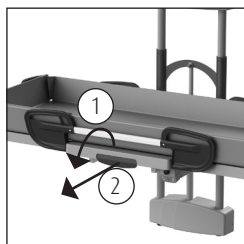
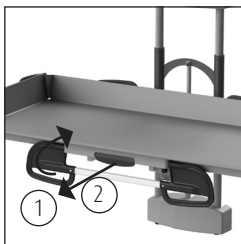
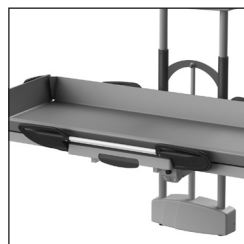

Abbildung 1 Seitengitter.
Abbildung 2 Seitengitter unten.
Abbildung 3 Seitengitter breit.
- Der Seitenholm ist mit einer Verriegelung (1) ausgestattet. Der Patient kann das Geländer nicht selbständig öffnen (*Siehe Abbildung 1*).
- Lösen Sie die Verriegelung durch Ziehen am Griff (1) des Seitengitters. Das Seitengitter kann nun mit der anderen Hand (2) abgesenkt werden.
- Das Seitengitter verriegelt automatisch, wenn das Seitengitter angehoben wird (*Siehe Abbildung 2*).
- Das Seitengitter kann in zwei Positionen eingestellt werden: breit und schmal. Wenn Sie das Seitengitter hochklappen, wird es zunächst in der breiten Position verriegelt (*Siehe Abbildung 3*). Durch Ziehen des Verriegelungshebels (*Siehe Abbildung 2*) können Sie das Seitengitter wieder in seine schmale Position bringen.